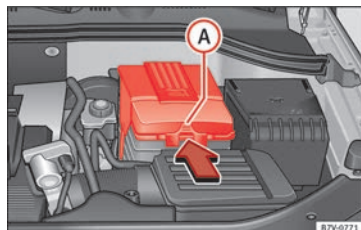

Bild 248 I motorrummet: Ta bort locket från bilbatteriet
- Om ett lock finns: tryck på knappen » bild 248 Ⓐ i pilens riktning och dra luckan uppåt.